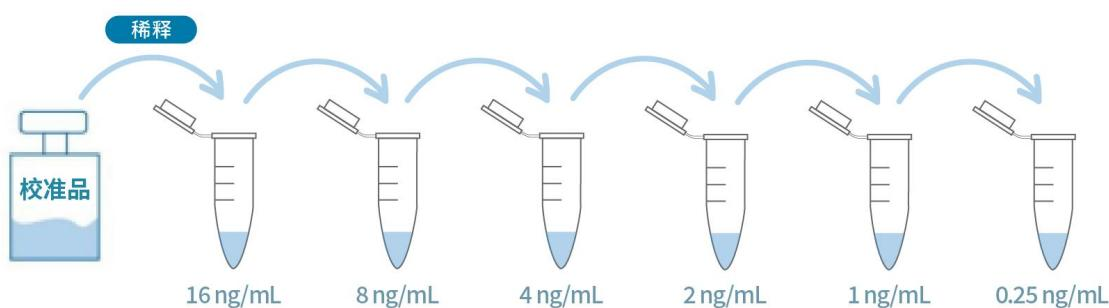

图 3 校准品稀释操作示例
3. 校准曲线配制: 参照图 3 和表 3 对校准品进行梯度稀释。